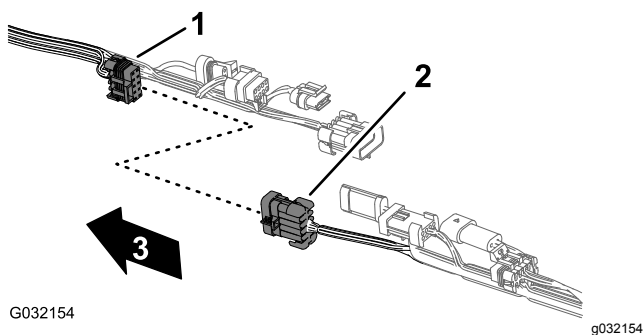
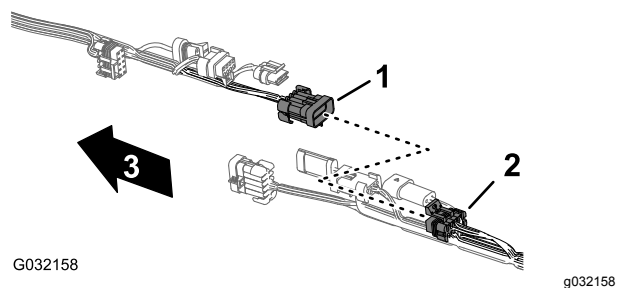

図 47
図 51
2. 図 47 図 51 に示すように、前後のワイヤハーネスを接続している5組のコネクタの接続を外す。